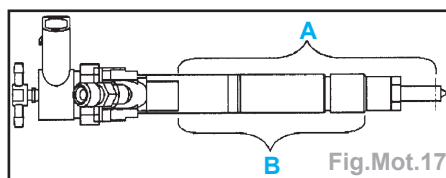

Fig.Mot.17
Nota : • nettoyer la zone (A) des puits d'injecteurs à l'aide d'une brosse en laiton appropriée (Fig.Mot.17).